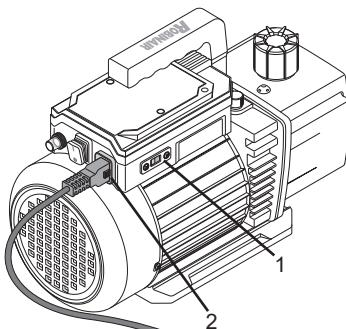

Figura 3
1. Configure el interruptor selector de voltaje (1) según sea necesario para asegurarse de que el ajuste de voltaje coincida con la clasificación de la fuente de alimentación en el tomacorriente (*consulte Figura 3*).
3. Conecte el cable eléctrico (2) a la bomba de vacío (*consulte Figura 3*).